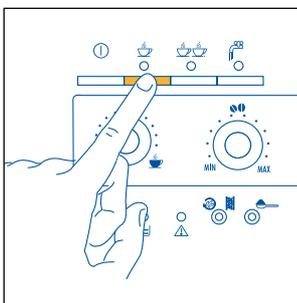
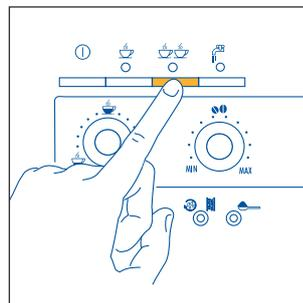

Fig. 12
Fig.13
- 5) Premere il tasto  (fig. 12) se si vuole fare un caffè oppure il tasto  (fig. 13) se si vuole fare 2 caffè. A questo punto la macchina macina i chicchi, esegue una breve pre-infusione e poi completa l'erogazione nella tazza.
**NOTA 4:** Mentre la macchina sta facendo il caffè, l'erogazione può essere fermata in qualsiasi momento premendo il tasto ☺ (fig. 12) oppure ☺☺ (fig. 13) precedentemente selezionato.
**NOTA 5:** Appena terminata l'erogazione, se si vuole aumentare la quantità di caffè nella tazza, basta tenere premuto il tasto ☺ (fig. 12) oppure ☺☺ (fig. 13) precedentemente selezionato fino ad ottenere la quantità desiderata (questa operazione deve essere eseguita entro 3 secondi dal termine dell'erogazione).